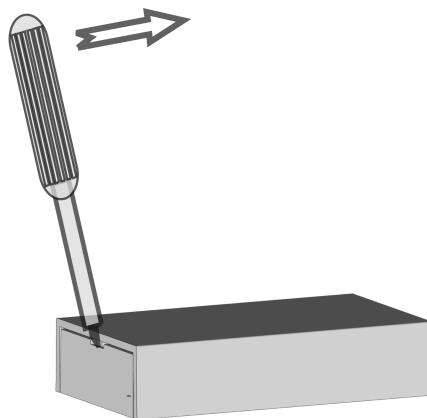

рисунок 1: Открытие корпуса
- Открыть корпус, раздвинув его. Для этого вставить отвертку с узким шлицем в отверстие (рисунок 1) и использовать ее в качестве рычага для расцепления двух защелок.